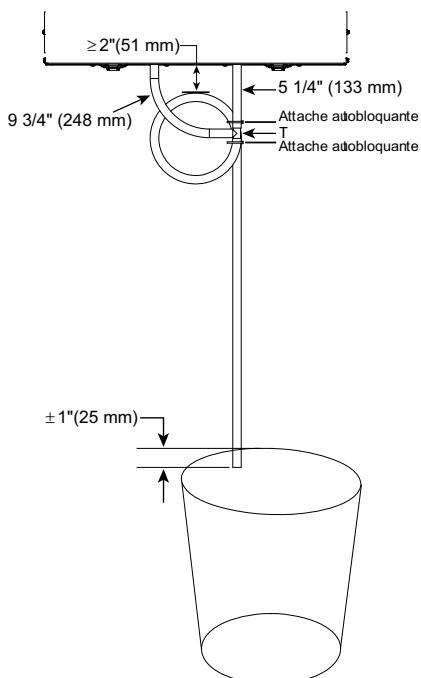

Fig. 10 – Connexion de Vidange
- Couper la longueur appropriée de boyau de drainage (voir les illustrations ci-dessous) (Fig. 10).